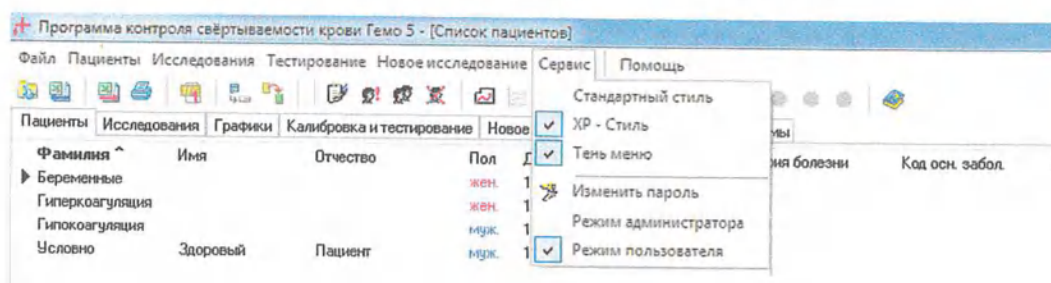

Рисунок 9 – Главное меню «Сервис»
7.3.6 Меню «Сервис» содержит следующие пункты (рисунок 9):